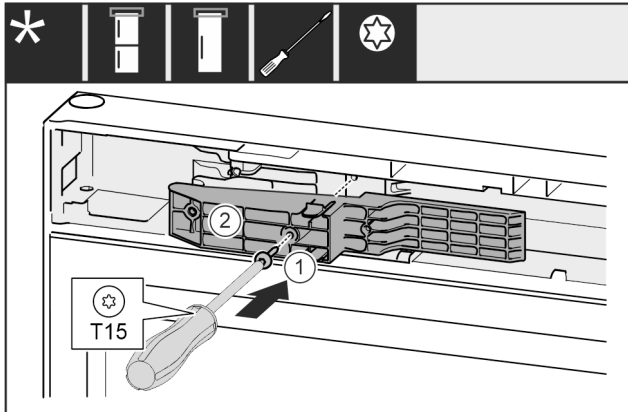

Fig. 64 *
- ▶ Vendosni pjesën përshtatëse Fig. 64 (1) në fole në anën e dorezës.*
- ▶ Mbërtheni fort vidën Fig. 64 (2) me kaçavidë.*